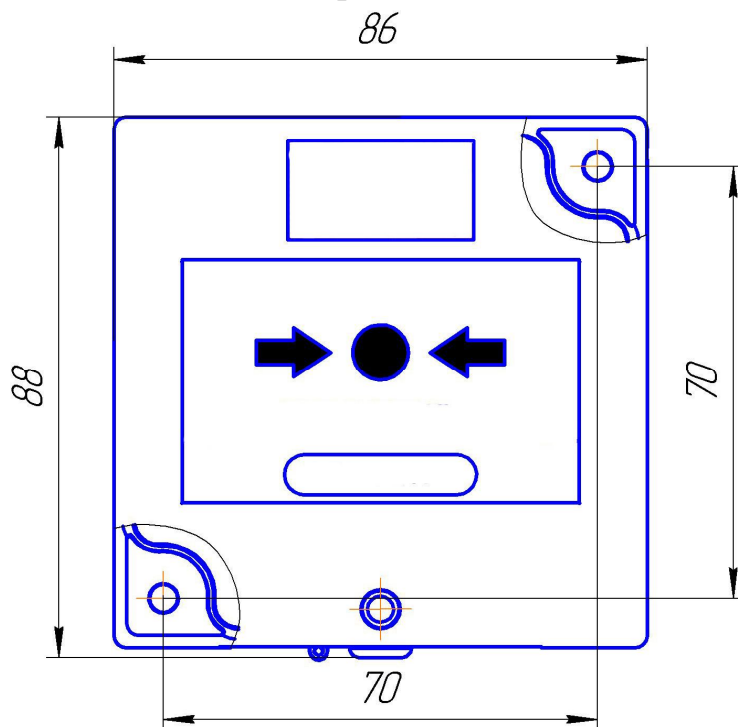
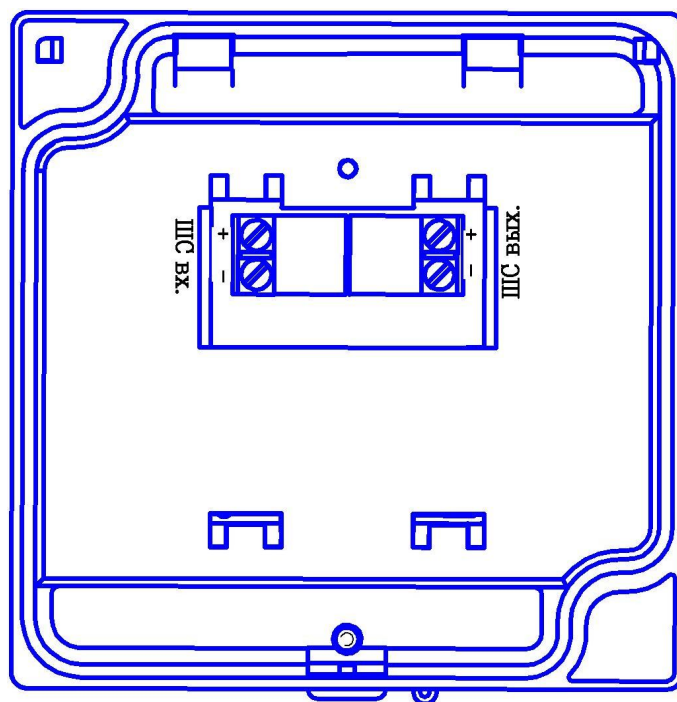

Рис. 1. Габаритные и установочные размеры ИПР-А
Рис. 2. Общий вид и расположение контактов на блоке ИПР-А
1.3.2 Габаритные и установочные размеры извещателя ИПР-А приведены на рис. 1, размещение клемм на блоке – на рис. 2.
- разметить места установки дюбелей согласно рис. 1;